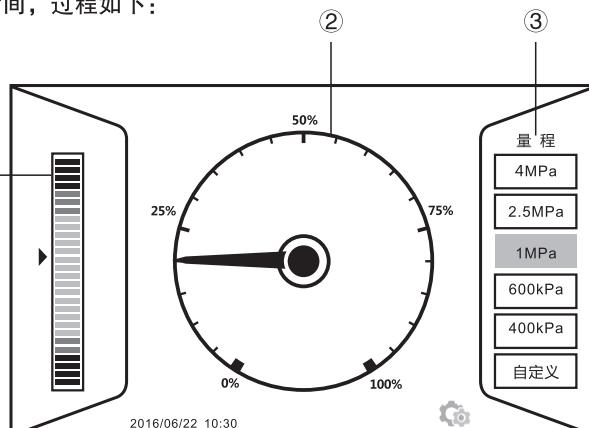

图4-1 主界面
- 3 ) 自检完成后系统将进入主界面，如图4-1所示。
① 气源压力指示，根据当前设置的压力表量程计算得到，其中：
② 压力指针式表盘，(0-100)%对应压力表量程；
③ 压力表量程列表，选中状态表示当前使用的量程，并可在压力为零时切换至其他量程。